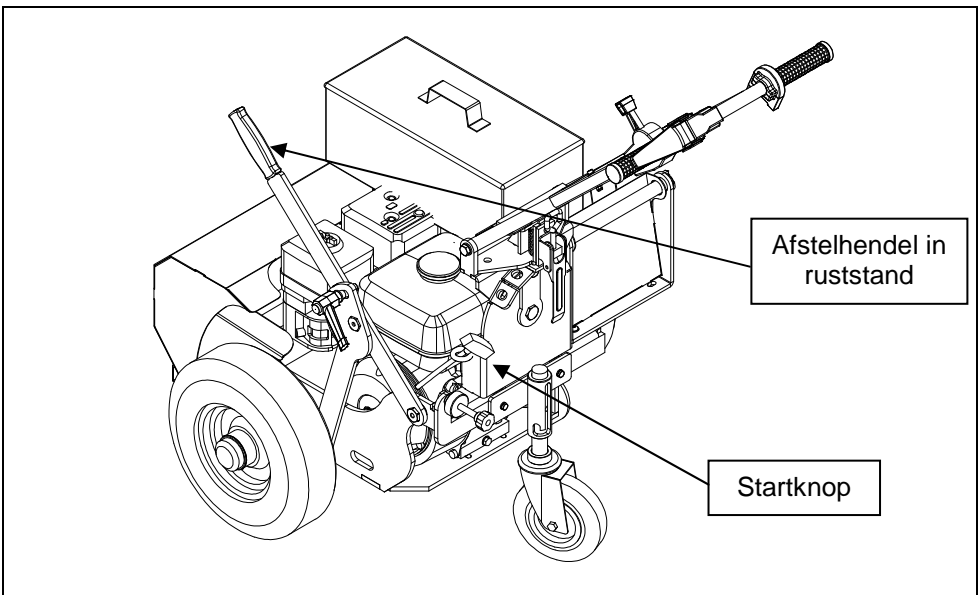
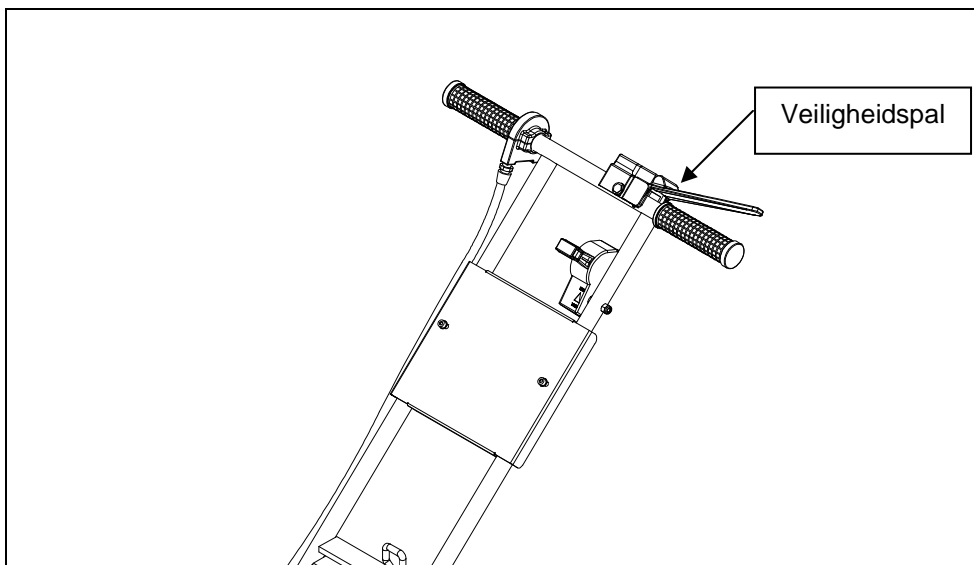

Fig. 8a
Fig. 8c
- Houd de veiligheidshendel (Fig. 8c) en neem de startknop (fig. 8a/8b) vast en trek aan de riem zonder veel kracht uit te oefenen totdat u weerstand voelt als gevolg van compressie. Laat de knop los en geef een stevige ruk om de motor te starten en vasthouden van de bedieningshendel. Door de veiligheidshendel los te laten zal de motor tot stilstand komen.